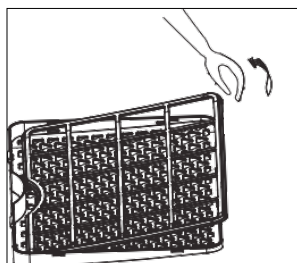

Fig. 2
2. Estrarre il filtro aria dal portafiltro (Fig. 2).